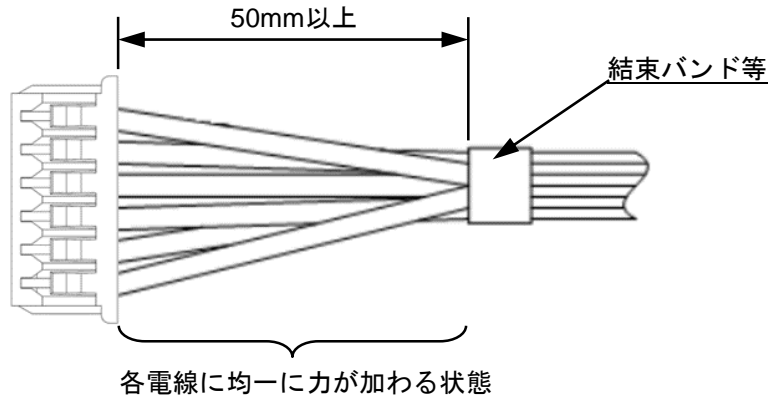

Fig.7-1 適切なハーネス結束状態
- ① 電線の結束は、コネクタから 50mm 以上のところで、電線に加わる力が均一になるようにしてください。(Fig.7-1)